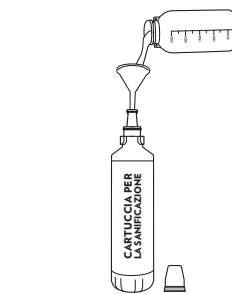

Fig. 1-19
- 30.4** - Rimuovere il tappo di protezione dalla cartuccia per la sanificazione, con ausilio dell'apposito imbuto versare il liquido sanificante Anolyte® all'interno della stessa, vedi Fig. 1-19.